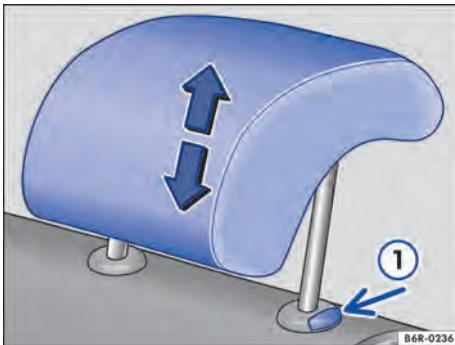

Fig. 61 Ajustar o apoio para cabeça traseiro.
- Empurrar o apoio para cabeça para cima no sentido da seta ou, com o botão → Fig. 61 ⓘ pressionado, empurrar para baixo → ⚠ em *Introdução ao tema* na página 74.